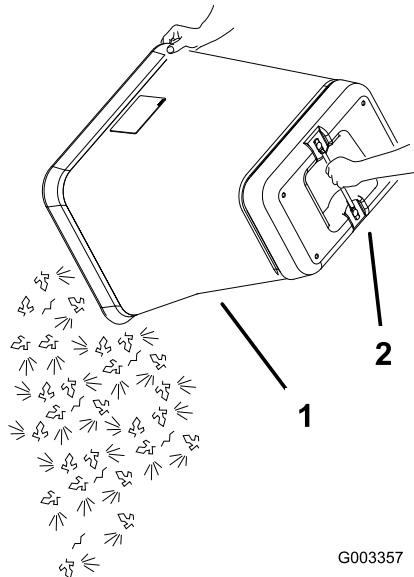

図 38
6. バッグの下についている取っ手を握り、バッグを上下逆さまにして刈かすを捨てる図38。